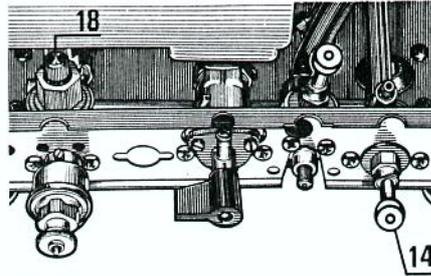

Fig. 19
- Vérifier que les robinets départ (14) et retour (18) du chauffage sont bien ouverts (fig. 19).